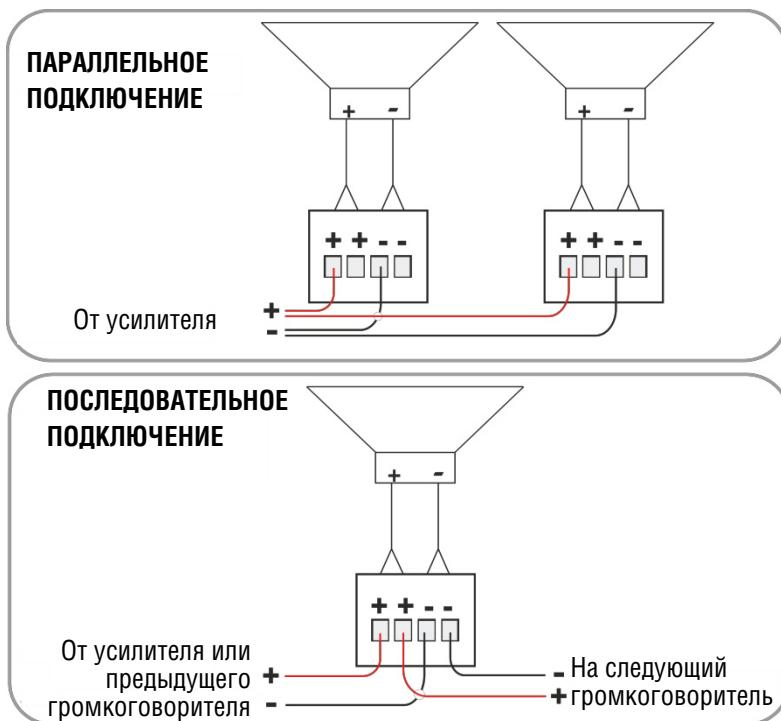

Рис. 3. Схема подключения потолочного громкоговорителя закрытого типа
На рис. 3 приведена электрическая схема подключения потолочного громкоговорителя закрытого типа:
- **Параллельное соединение:** усилитель подключается непосредственно к каждому из громкоговорителей. Если отсоединить один из входных соединителей, остальные громкоговорители останутся подключенными (см. рис. 3).